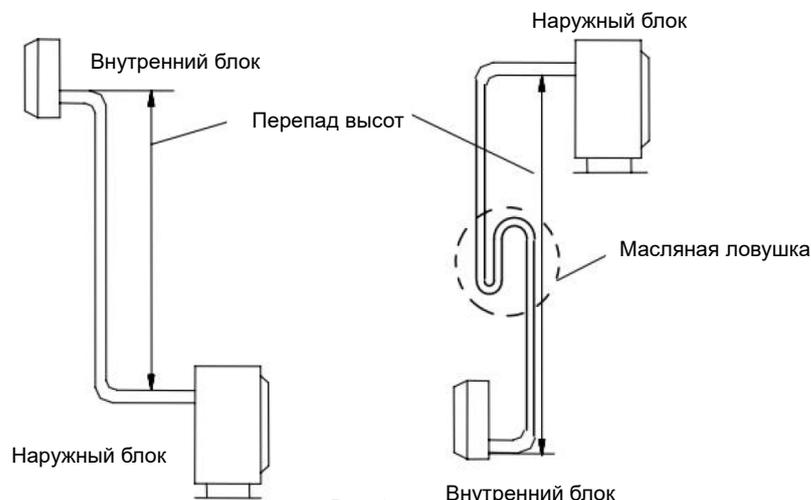

Рис. 3
- Если место установки наружного блока выше, чем внутреннего, а длина трубопровода превышает 10 м, через каждые 8 м следует установить масляную ловушку на газопровод. (Рис. 3)